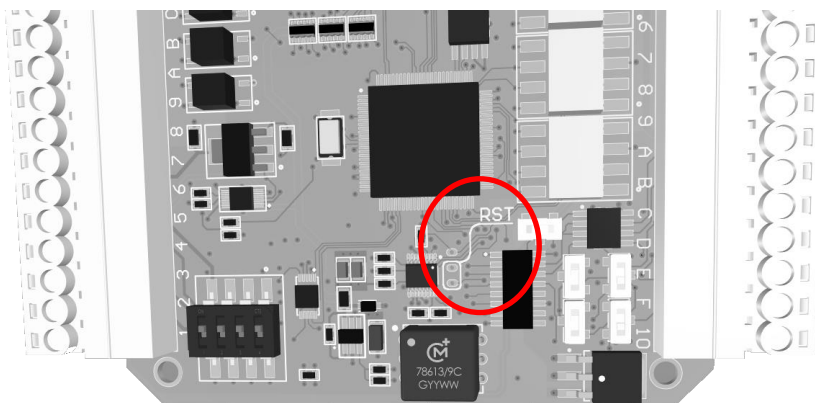

Рисунок 3. Клеммы сброса настроек
3. Замкните внутренние клеммы «RST», расположенные рядом с переключателем режимов режимов энкодера (**Рис. 3**) и подайте питание контроллера.